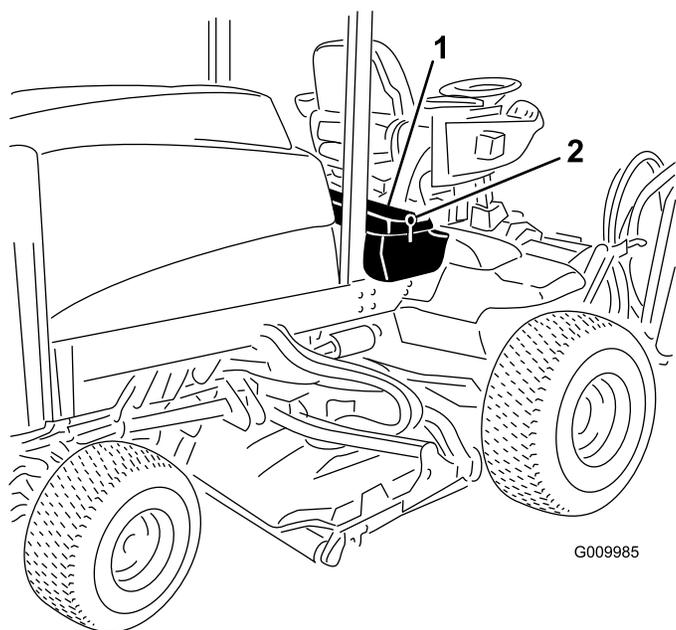
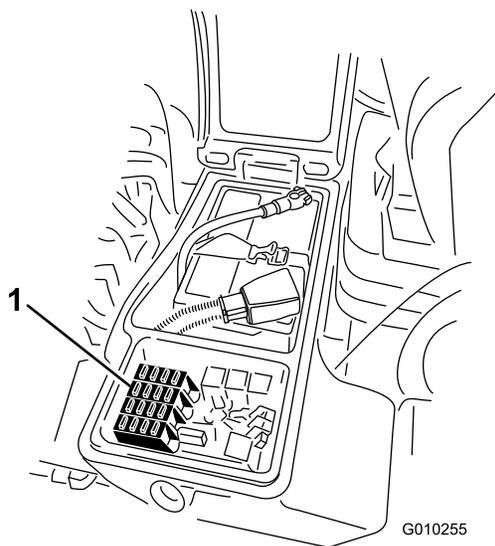

Рисунок 95
Рисунок 96
1. Ослабьте фиксацию защелки крышки правого вещевого отсека и поднимите крышку (Рисунок 95), чтобы получить доступ к блоку предохранителей (Рисунок 96).
2. Замените открытый плавкий предохранитель (предохранители) при необходимости (Рисунок 96).
3. Закройте крышку правого вещевого отсека и зафиксируйте ее защелкой (Рисунок 95).